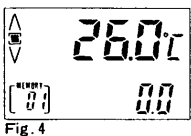

Fig. 4
- ① (MODE) キーを押してFig. 4の表示を出します。
- ④ 設定が終了したら (ENT) キーを押して登録します。
- ⑤ (MODE) キーを押してFig. 4の表示を出します。
- ⑥ ストップウォッチを使用されている場合、時間表示を「0:00:00」にします。
- ① 記憶された内容をチェックするには (MODE) キー (既にMEMORYモードになっている場合は ◀キー) を押してFig. 4のようなメモリーチェック状態にします (メモリーNo.のわきに「MAN」「AUTO」が表示されていない状態)。
- ② ▲または ▼キーを押して確認したいメモリーNo.を表示させます。キーを押し続けると、カウントするスピードが早くなります。
- ③ 記憶内容をクリアするには ◀キーを押して「MAN」表示をさせ、クリアしたいメモリーNo.を ▲▼キーで呼び出し、(CLR), (ENT) の順でキーを押すと、そのメモリーNo.のデータをクリアできます。